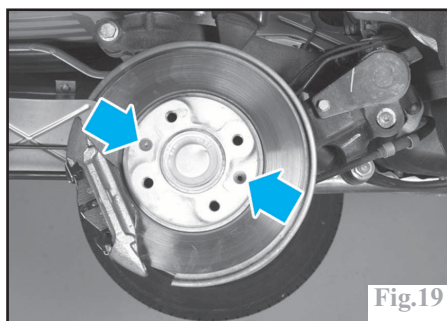

Fig.19
-la vis de fixation du disque (Fig.19).